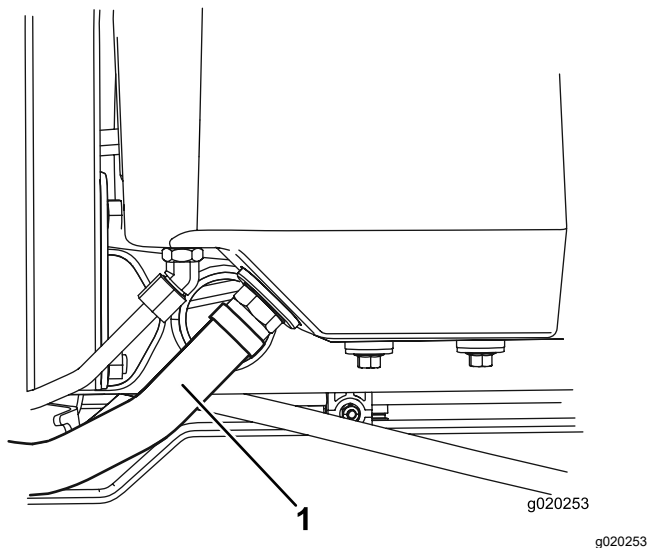

Figura 81
2. Desconecte la manguera hidráulica grande (Figura 81) del depósito y deje fluir el aceite hidráulico en un recipiente apropiado.